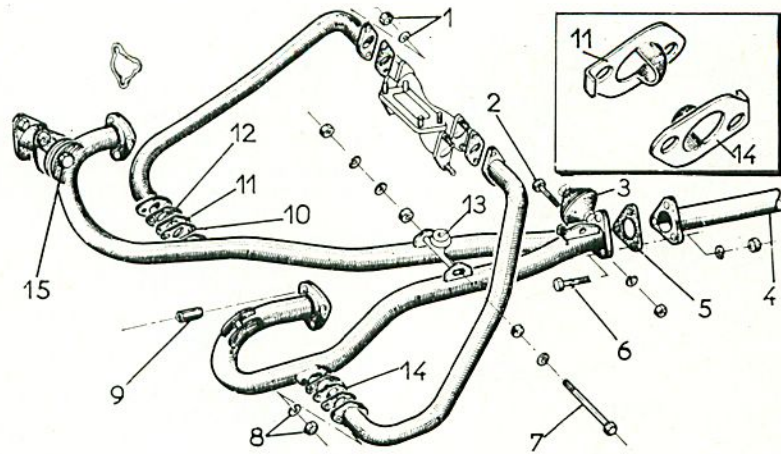

Figure 32.
(fig. 32)
Vérifier l'état des joints (10) des brides de tubulures de réchauffage, les poser, reposer les déflecteurs de réchauffage (11 et 14), en respectant la position indiquée figure 32. Il est indispensable de monter le déflecteur d'entrée (11) (hauteur d'écope 29 mm), sur le côté droit, la patte-repère se trouvant vers l'avant de la voiture. Placer les deux autres joints (12), puis engager les brides de tubulures de réchauffage sur les goujons.